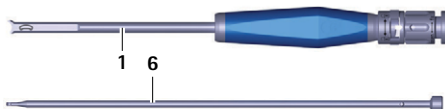

Abb. 12 Einsetzinstrument demontiert
- ▶ Stange **6** aus Rohr **1** herausziehen, siehe Abb. 12.
- ▶ Stange **6** in Rohr **1** schieben, siehe Abb. 12.